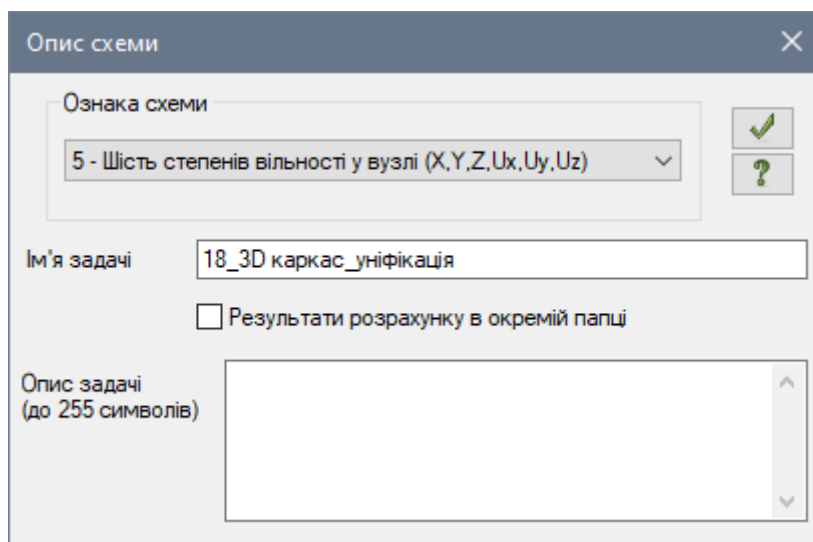

Рис. 18.1. Діалогове вікно **Опис схеми**
- У діалоговому вікні **Опис схеми** (рис. 18.1) задайте наступні параметри: